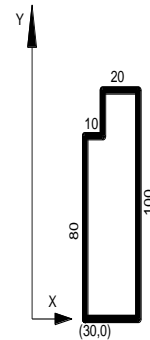

Рис.10.5 Заготовка для вращения
- Чертим заготовку для вращения командой **ПЛИНИЯ** (контур замкнуть при помощи опции **ЗАМКНУТЬ**). Система координат - ПСК₁ Чертим на аксонометрической проекции **ЮЗ изометрия**, стартовую точку задать абсолютными координатами 30,0. Результат черчения на рис.10.5.